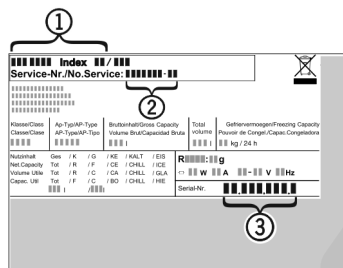

Fig. 11
- ▶ A készülék megnevezését Fig. 11 (1), a szerviz- Fig. 11 (2) és sorozatszámot Fig. 11 (3) a típus-tábláról olvassa le. A típus-tábla a készülék belsejében baloldalon található.
- ▶ Értse meg a vevőszolgálatot a hibáról, és adja meg nekik a készülék megnevezését Fig. 11 (1), a szerviz- Fig. 11 (2) és a sorozatszámot Fig. 11 (3).